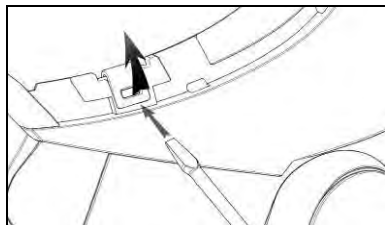

Fig. 28
- Libérez les clips droit et gauche de la calotte en faisant levier vers le haut avec un tournevis plat (ou autre objet similaire), comme cela est indiqué à la Fig. 28.